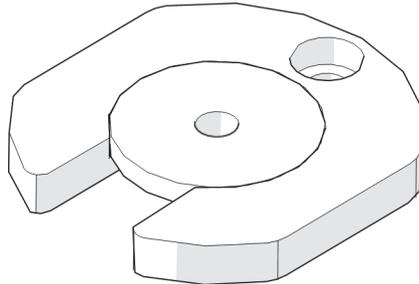

图2-15 带垫圈的轮子拉拔器
17. 从轮子拉拔器的中心取出垫圈（参见第93页的图2-15）。